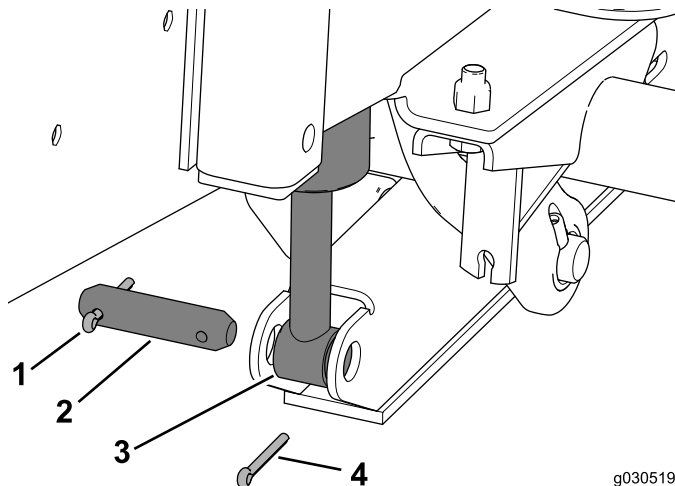

図 7
1. シリンダピンを昇降シリンダに固定している外側のコッターピンを外す 図 7。
2. 昇降アームと昇降シリンダにシリンダピンを通す 図 7。
3. シリンダピンにコッターピンを通す 図 7。